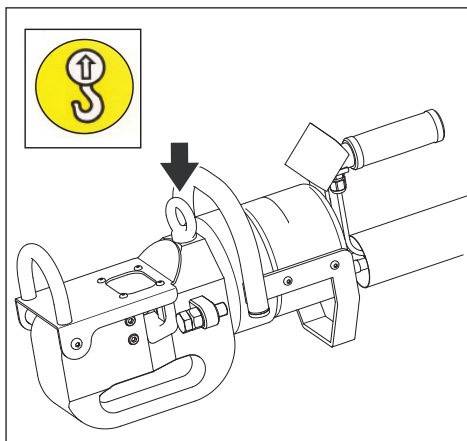

图 7，切断机吊运位置
- 如需要移动或运输切断机，则仅应使用所提供配套吊孔螺栓进行吊运。参见图 7。使用具有足够起吊能力的设备进行吊运。